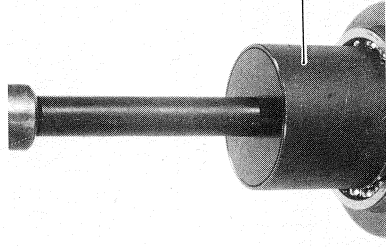

Abb. 8-28
- Mit Hilfe des Spezialwerkzeuges (8) das Kugellager auf das Endtriebskegelrad montieren. (Abb. 8-28)
(8)	Endabtriebskegelrad-lagertreibdorn	09924-74570